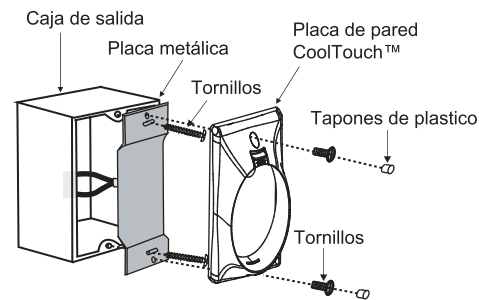

Fig. 20
Paso 2. Instale la placa metálica y la placa de pared CoolTouch™ en la caja de salida de pared existente con 4 tornillos previsto. Luego coloque los dos tapones de plástico en la placa de pared. (Fig.20)